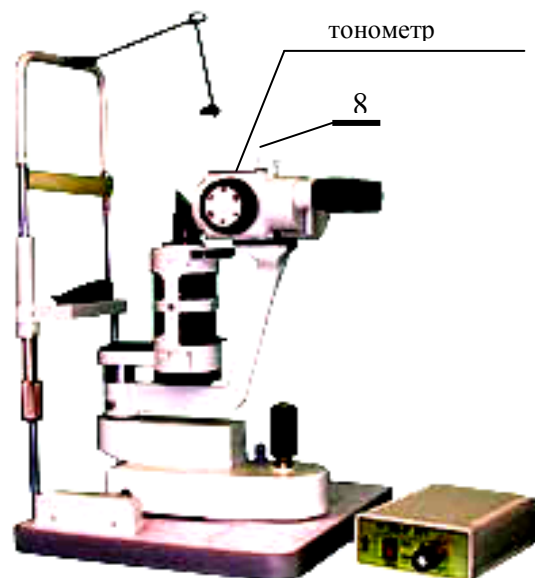

Рисунок 2 - Установка тонометра на щелевой лампе
2.1.2 Установить тонометр на микроскопе щелевой лампы и затянуть винт 8 (рисунок 2).